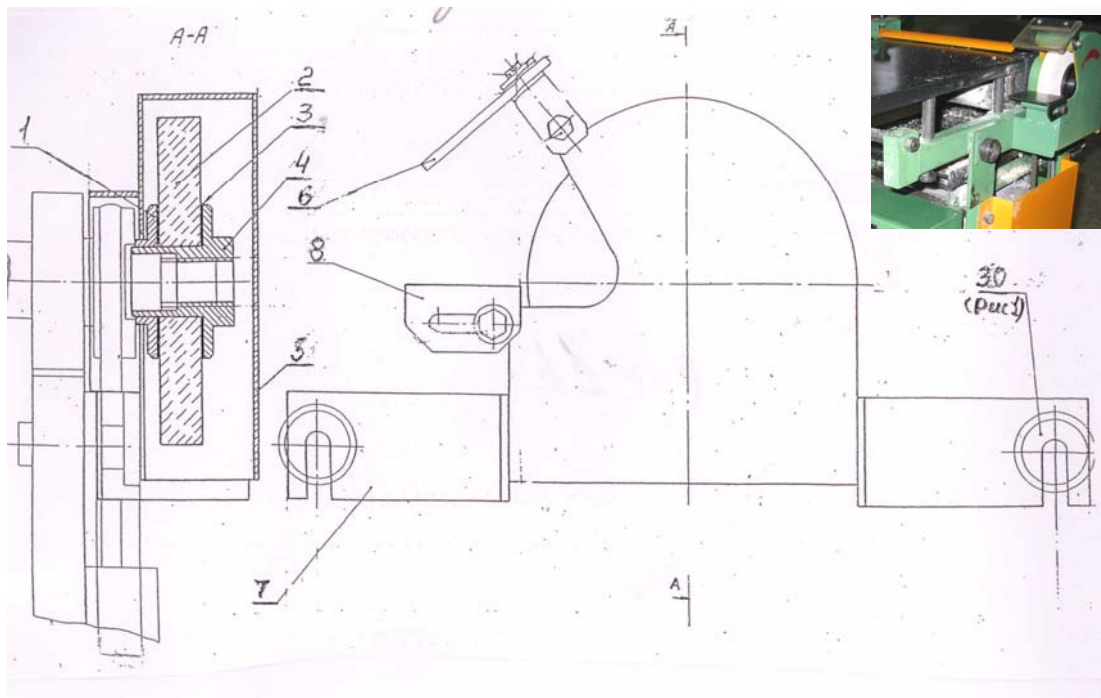

Рис. 11
Порядок установки приспособления для заточки инструмента рис.11:
- собрать пакет, состоящий из фланца 1, двух картонных прокладок 3, камня 2, гайки 4 рис.11 и повернуть собранную конструкцию на резьбовой конец вала 4 рис.1 до упора в шкив;
- одеть сверху ограждение 5 рис.11 и прикрепить два его кронштейна 7 рис.11 двумя гайками 30 рис.1 к двум шпилькам рамы станка 2 рис. 1;
При заточке инструмента (кроме строгальных ножей) подлокотник 8 рис.11 подвигать как можно ближе к заточному кругу и обязательно пользоваться защитным экраном 6 рис 11.